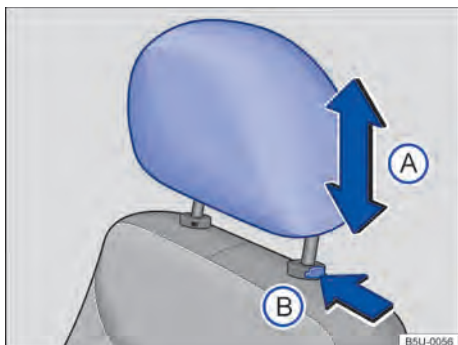

Fig. 43 Ajustar o apoio para cabeça dianteiro.
- Empurrar o apoio para cabeça para cima ou para baixo na direção da seta ⇒ Fig. 43 (A) ⇒ .